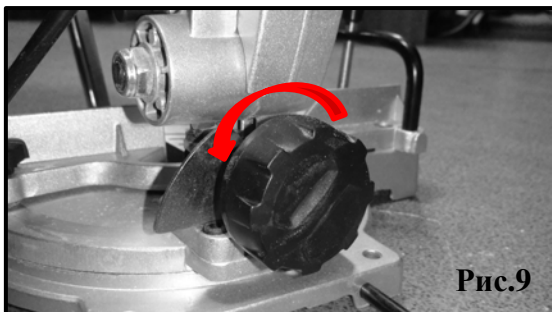

Рис.9
#### Настройка угла наклона (рис. 9,9а).
1. Ослабьте ручку фиксации угла наклона против часовой стрелки (рис.9).
2. Наклоните режущую головку влево на необходимый угол наклона ориентируясь на шкалу от 0-45 градусов (рис.9а).
3. Зафиксируйте ручку фиксации угла наклона по часовой стрелки (рис.9).
Рис.9а
## 5.6. Наклон режущей головы при косом распиле (рис.9,9а)